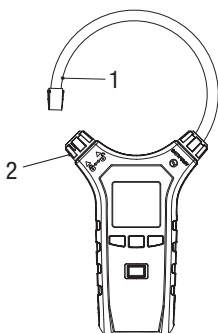

Figure 3
2. Déverrouiller la pince selon la Figure 3